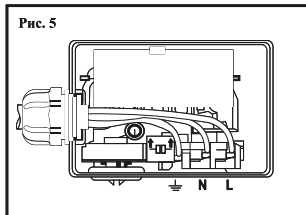

Рис. 5
5. Чтобы открыть кабельные клеммы, нажмите рукоятку вниз. Подключите кабель следующим образом: провод коричневого цвета - к клемме L, провод синего цвета - к клемме N, провод желтого/зеленого цвета к клемме «Земля» (см. рис. 5).